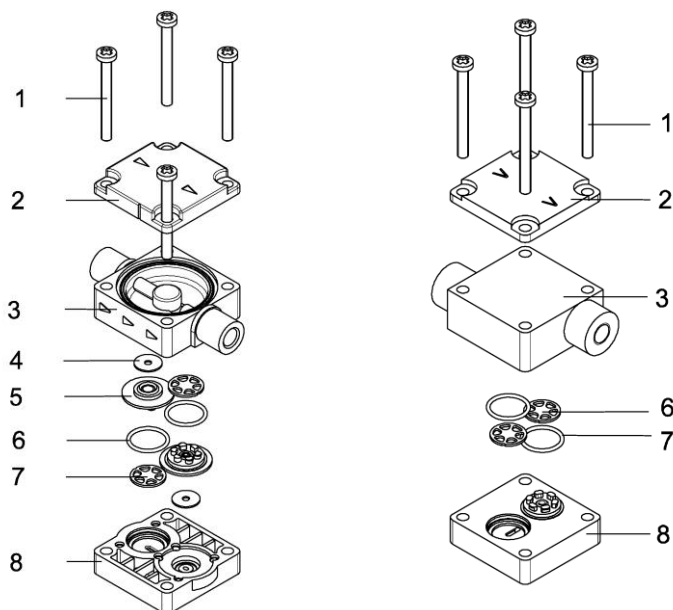

Fig. 66: Kopf KT, TT
2. Anschlussplatte (3) und Zwischenplatte (8) abspülen und mit weichem Lappen abwischen. Mit Druckluft trocknen
3. Ventilsitze (5) sorgsam entfernen. Die Dichtscheiben (4) sind beim FT Kopf nicht vorhanden, siehe Fig. 66.
4. O-Ringe (6) und Ventilscheibe (7) entfernen.